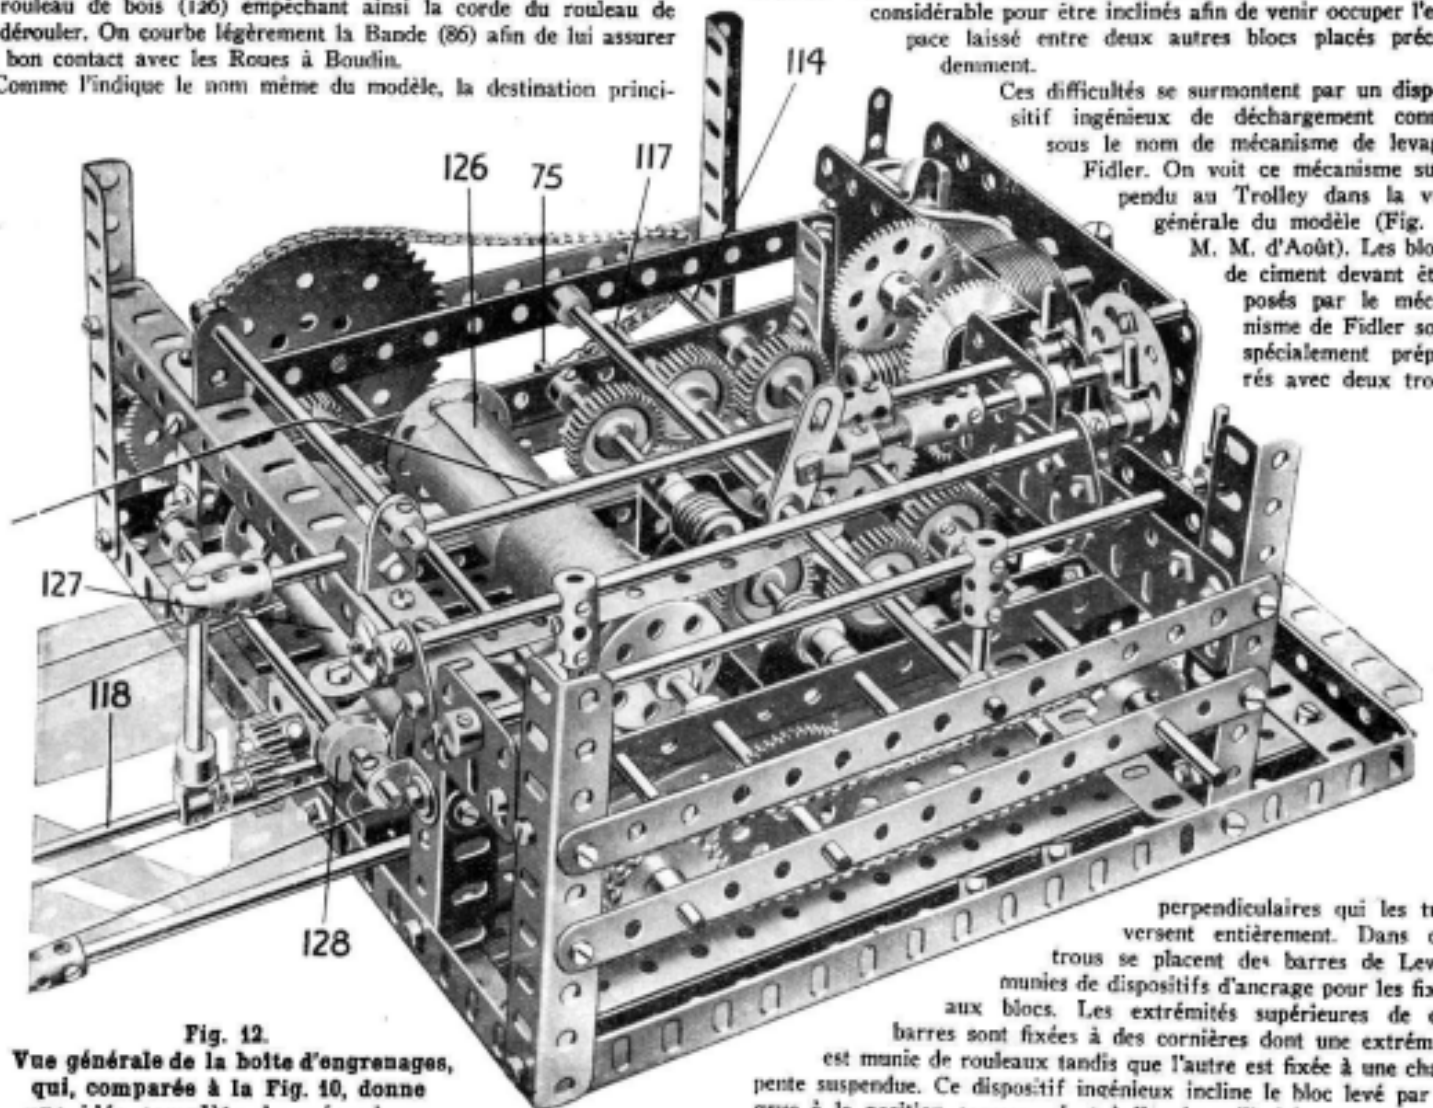

Fig. 12.
(114) fig. 10. Cette Tringle qui ne cesse de tourner peut ainsi transmettre l'action du Moteur aux Tringles (75 et 75a) (qui, comme on l'a fait remarquer précédemment, se rencontrent dans la Vis sans Fin 77) lorsqu'on manœuvre la Cheville Filetée 115. De cette façon, un Engrenage de 25 mm. monté sur la Tringle 117 peut engrener simultanément avec l'Engrenage de 25 mm. (116) et l'Engrenage de 25 mm. disposé sur la Tringle 75. Le Mouvement est ensuite transmis par l'intermédiaire des engrenages indiqués à la Fig. 12 au Pignon de 12 mm. sur l'extrémité extérieure de la Tringle (79). Un Pignon de 12 mm. sur la Tringle (118) peut engrener avec ce Pignon de 12 mm. lorsqu'on tire la manivelle (119), ce qui oblige le Pignon de 12 mm. (120) à faire tourner un Pignon semblable sur la Tringle (121). En se reportant à la Fig. 7 (voir M. M. de Septembre), on verra que cette Tringle commande le mouvement de la grue par l'intermédiaire de l'Engrenage Conique (122) et les engrenages déjà décrits dans la section se rapportant au bâti.
à-dire vers la gauche, ce qui engage un Engrenage de 25 mm. entre des engrenages semblables sur les Tringles 114, 75a. La Tringle (75 a) qui tourne dans ces conditions entraîne l'Accouplement (83) par l'intermédiaire d'une Vis sans Fin et d'une Roue dentée de 50 dents montrée à la Fig. 12 par une Tringle verticale 123 et par deux Engrenages Coniques de 22 mm. La petite Roue dentée à roulement à rouleaux, fixée à l'extrémité inférieure d'une Tringle (123) progresse dans la denture du disque supérieur et fait pivoter la flèche de la grue.